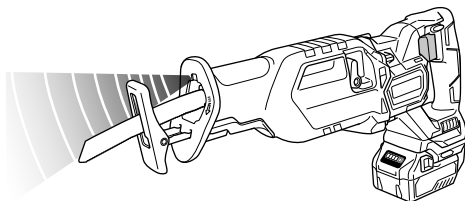

Fig. 20
**ADVARSELSSIGNALER FOR LED-LAMPE (Fig. 20)**